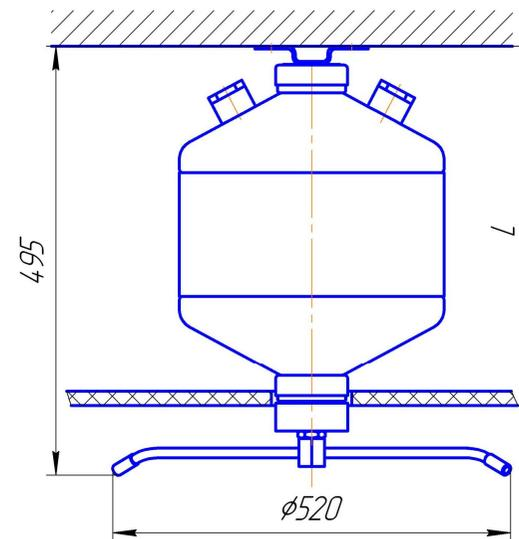

Рис.5
5.3.4 Пример размещения МУПТВ за подвесным потолком показан на рис.5.